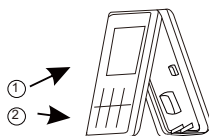

Рис. 8 - Сборка частей контроллера
5. Соедините верхнюю и заднюю часть контроллера, слегка надавив на верхнюю часть контроллера до щелчка (рис.8).